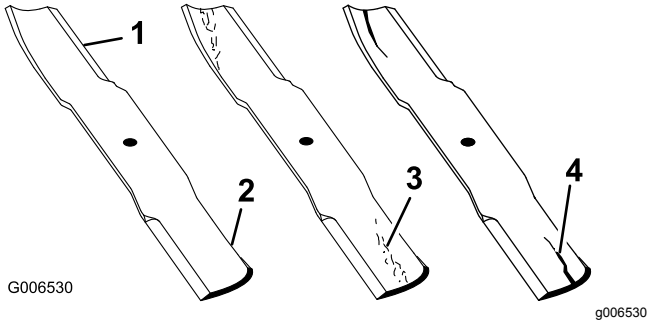

Figure 92
1. Examinez le tranchant des lames (Figure 92). Si les lames coupent mal ou présentent des indentations, déposez-les et aiguissez-les. Voir Affûtage des lames (page 70).
2. Inspectez les lames, et plus particulièrement l'ailette (Figure 92). Remplacez immédiatement toute lame endommagée, usée ou qui présente une entaille (Figure 92).